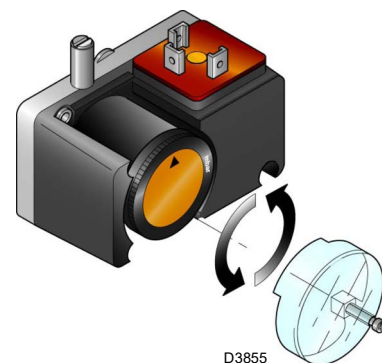

Abb. 28
- Regeln Sie den Minimal-Gasdruckwächter (Abb. 28 auf Seite 31) auf den Skalenanfang.